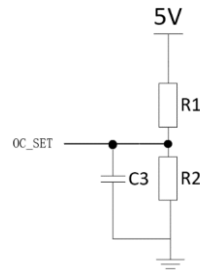

图 1：OC\_SET 电阻分压器
- 1) OC\_SET 输入电压支持  $0.3 \cdot V_{CC} \sim 0.97 \cdot V_{CC}$  范围，用户可以通过 OC\_SET 的输入电压来自行设置 FLAG\_S 管脚的过流报警阈值（关系如上表），输入电压是允许使用 VCC 与电阻分压进行适配（如图 1）。当 OC\_SET 引脚输入电压选择  $OC\_SET \in (0.3 \cdot V_{CC}, 0.34 \cdot V_{CC})$  范围时将对应最小触发点 IFLAG，当引脚输入电压选择  $OC\_SET \in (0.91 \cdot V_{CC}, 0.97 \cdot V_{CC})$  范围时将对应最大触发点 IFLAG。